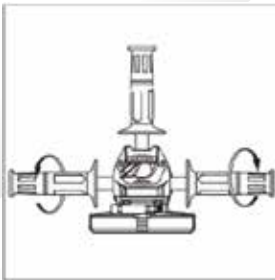

IMAGEN1
- Mango de soporte: Por favor use el mango de soporte a fin de realizar el trabajo de forma segura y convenientemente. El mango de soporte puede ser ensamblado en ambos lados de la herramienta (Imagen 1).